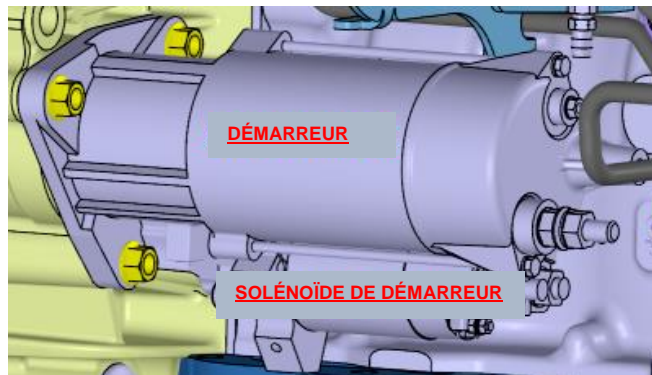

FIGURE 8
2. Installer le démarreur de remplacement avec le solénoïde situé en dessous du démarreur, comme illustré à la FIGURE 8.